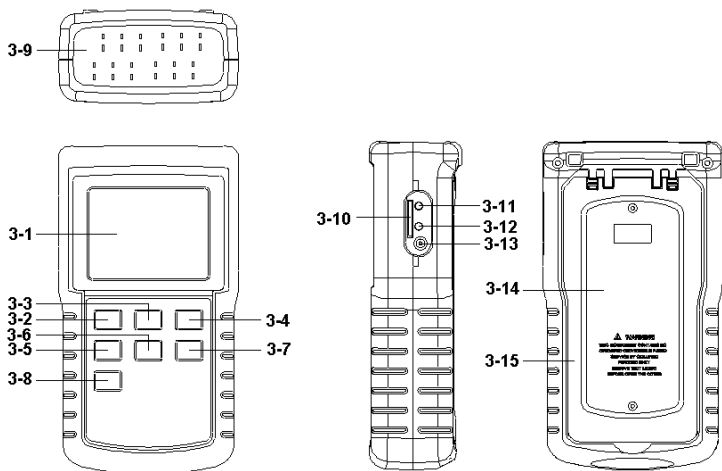

Fig. 1
1- Ligue o medidor pressionando o “Botão Power” (3-2, Fig. 1) uma vez. Obs.:Após já ter ligado o medidor, pressionar o “Botão Power” por mais de 2 segundos continuamente desligará o medidor.
3- Insira as sondas Tipo K no soquete de entrada “T1 a T12” (3-9, Fig. 1). O LCD exibirá simultaneamente o valor de temperatura dos 8 canais (CH1, CH2, CH3, CH4, CH6, CH7, CH8).
Se desejar exibir os outros 4 canais (CH9, CH10, CH11, CH12), basta pressionar o “Botão Page” (3-6, Fig. 1) uma vez, o display exibirá os valores de temperatura desses canais; pressionando o “Botão Page” (3-6, Fig. 1) novamente, o display retornará à tela dos 8 canais (CH1, CH2, CH3, CH4, CH6, CH7, CH8).
Todos os procedimentos de medição são iguais ao Tipo K (capítulo 4-1), exceto pela seleção do tipo de sensor de temperatura para “Tipo J, T, E, R, S” pressionando o “Botão Type” (3-5, Fig. 1) uma vez em sequência até que o display LCD superior mostre o indicador “J, K, T, E, R, S”.
Durante a medição, pressione o “Botão Hold” (3-3, Fig. 1) uma vez para manter o valor medido, e o LCD exibirá o símbolo “HOLD”.
A função de registro de dados grava as leituras máxima e mínima. Pressione o “Botão REC” (3-4, Fig. 1) uma vez para iniciar a função de Registro de Dados e aparecerá o símbolo “REC” no display.
a) Pressione o “Botão REC” (3-4, Fig. 1) uma vez, o símbolo “REC MAX” junto com o valor máximo aparecerá no display. Se desejar apagar o valor máximo, pressione o “Botão Hold” (3-3, Fig. 1) uma vez, o display mostrará apenas o símbolo “REC” e executará a função de memória continuamente.
b) Pressione o “Botão REC” (3-4, Fig. 1) novamente, o símbolo “REC MIN” junto com o valor mínimo aparecerá no display. Se desejar apagar o valor mínimo, pressione o “Botão Hold” (3-3, Fig. 1) uma vez, o display mostrará apenas o símbolo “REC” e executará a função de memória continuamente.
Após ligar o equipamento, a “Luz de Fundo do LCD” acenderá automaticamente. Durante a medição, pressione o “Botão Backlight” (3-2, Fig. 1) uma vez para DESLIGAR a “Luz de Fundo do LCD”. Pressione o “Botão Backlight” novamente para LIGAR a “Luz de Fundo do LCD” novamente.
Prepare um “cartão de memória SD” (1 GB a 16 GB, opcional). *Recomenda-se utilizar cartão de memória ≤ 4 GB. Insira o cartão SD no “soquete do cartão SD” (3-10, Fig. 1). Insira o cartão SD na direção correta, a face frontal com o nome do cartão SD deve ficar voltada para a parte superior do gabinete.
Pressione o “Botão REC” (3-4, Fig. 1) uma vez, o LCD exibirá o texto “REC”, em seguida pressione o “Botão Logger” (3-7, Fig. 1), o “REC” piscará e o buzzer emitirá um som; ao mesmo tempo, os dados de medição juntamente com as informações de tempo serão salvos no circuito de memória.
Durante a execução da função Datalogger, se pressionar o “Botão Logger” (3-7, Fig. 1) uma vez, a função Datalogger será pausada (interrompe temporariamente o salvamento dos dados de medição no circuito de memória). Ao mesmo tempo, o texto “REC” deixará de piscar.
Observação: Se pressionar o “Botão Logger” (3-7, Fig. 1) novamente, o Datalogger será executado outra vez e o texto “REC” voltará a piscar.
Durante a pausa do Datalogger, pressione o “Botão REC” (3-4, Fig. 1) continuamente por pelo menos dois segundos; o indicador “REC” desaparecerá e o Datalogger será finalizado.
Pressione o “Botão REC” (3-4, Fig. 1) uma vez, o LCD exibirá o texto “REC”; em seguida pressione o “Botão Logger” (3-7, Fig. 1) uma vez, o “REC” piscará uma vez e o buzzer emitirá um som; ao mesmo tempo, os dados de medição juntamente com as informações de tempo e o número de posição serão salvos no circuito de memória.
Durante a execução do Datalogger Manual, pressione o “Botão ▲” (3-5, Fig. 1) uma vez para entrar na configuração do nº de Posição/Local. Utilize o “Botão ▲” ou o “Botão ▼” (3-6, Fig. 1) para selecionar o nº do local de medição (1 a 99, por exemplo sala 1 até sala 99) para identificar o local da medição. Após selecionar o nº da posição, pressione o “Botão Enter” (3-4, Fig. 1) uma vez para salvar
Pressione o “Botão REC” (3-4, Fig. 1) continuamente por pelo menos dois segundos; a indicação “REC” desaparecerá e o Datalogger será finalizado.
Durante a medição normal (sem executar o Datalogger), se pressionar o “Botão Time check” (3-8, Fig. 1) uma vez, o display inferior esquerdo do LCD exibirá sequencialmente as informações de Ano/Mês, Data/Hora, Minuto/Segundo.
Durante a medição normal (sem executar o Datalogger), se pressionar o “Botão de verificação do tempo de amostragem” (3-7, Fig. 1) uma vez, o display inferior esquerdo do LCD exibirá a informação do tempo de amostragem em unidade de segundos.
1- Após executar a função Data Logger, remova o cartão SD do “soquete do cartão SD” (3-10, Fig. 1).